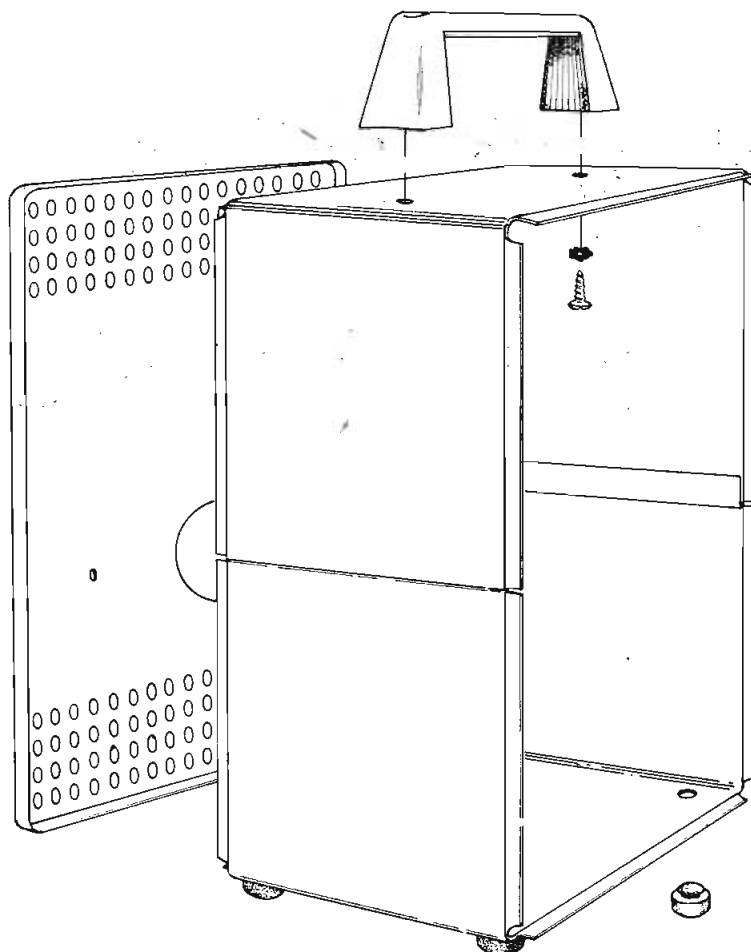

Figure 10. — Montage du coffret
- () Connecter l'extrémité libre du fil vert provenant de la bobine à la patte 24 (S) du contacteur CO.
- () Connecter l'extrémité libre du fil marron provenant de la bobine à la patte 7 (S) du support V1.
- () Prendre le coffret métallique en vous guidant avec la figure 10. Placer les quatre pattes de caoutchouc à la base du coffret en vous aidant avec la lame d'un petit tournevis.
- () Placer la poignée à la partie supérieure du coffret en la fixant par l'intérieur, avec les deux petites vis Parker et les rondelles de blocage correspondantes. Observer la figure 10.
- () Prendre le panneau arrière et le placer dans le coffret comme il est indiqué sur la figure 10. Laisser le coffret à côté de l'appareil et procéder à la